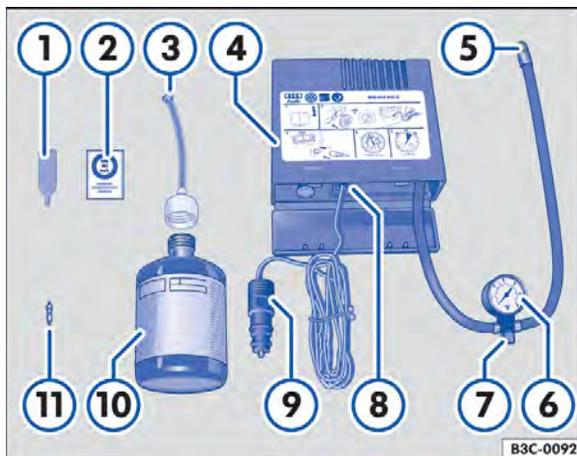

Fig. 239 Representação esquemática: componentes do kit de reparo dos pneus.
O kit de reparo dos pneus encontra-se no compartimento de bagagem sob o revestimento do assoalho. Ele é composto pelos seguintes componentes ⇒ Fig. 239:
12. Colar a etiqueta adesiva ⇒ Fig. 239 ② do kit de reparo dos pneus no campo visual do condutor no painel de instrumentos.
- Com a chave para remoção do elemento da válvula ⇒ Fig. 239 ①, desaparafusar o elemento da válvula da válvula do pneu e colocá-lo sobre uma superfície limpa.
- Agitar a garrafa para enchimento dos pneus ⇒ Fig. 239 ⑩ algumas vezes com força.
- Rosquear a mangueira de enchimento ⇒ Fig. 239 ③ com firmeza no sentido horário sobre a garrafa para enchimento dos pneus. A película na tampa é perfurada automaticamente.
- Remover a vedação da tampa da mangueira de enchimento ⇒ Fig. 239 ③ e introduzir a extremidade aberta totalmente na válvula do pneu.
- Rosquear novamente o elemento da válvula com a chave para remoção do elemento da válvula ⇒ Fig. 239 ① na válvula do pneu.
- Rosquear a mangueira de enchimento dos pneus ⇒ Fig. 239 ⑤ do compressor de ar com firmeza na válvula do pneu.
- Verificar se o parafuso de sangria de ar ⇒ Fig. 239 ⑦ está fechado.
- Encaixar o conector do cabo ⇒ Fig. 239 ⑨ em uma tomada 12 V do veículo ⇒ Página 185.
- Ligar o compressor de ar com o interruptor LIGA-DESLIGA ⇒ Fig. 239 ⑧.
Reconectar a mangueira de enchimento do pneu ⇒ Fig. 239  e ler a pressão de enchimento do pneu no indicador da pressão dos pneus ⇒ Fig. 239 .